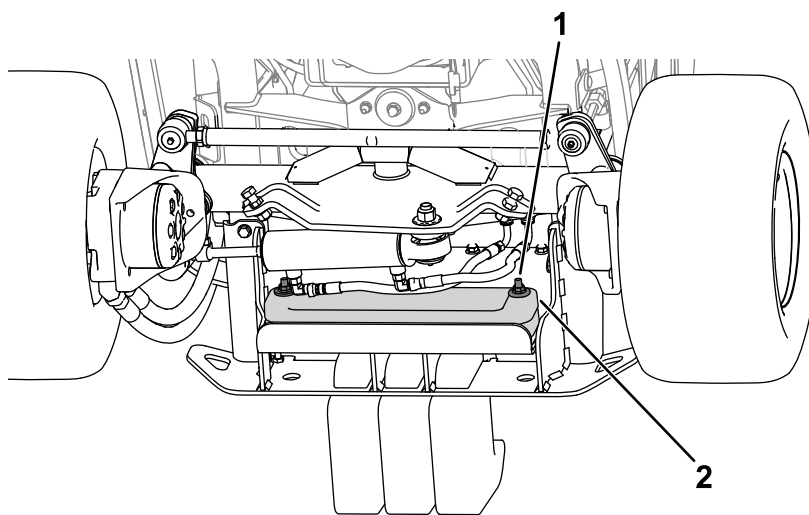

図 19
2. 新しい金具を使ってウェイトをバンパーに固定する 図 19。